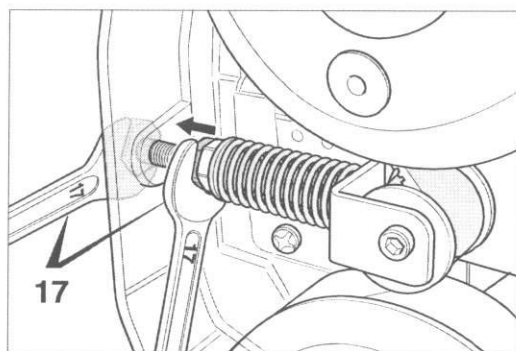

Fig. 37 Dévissez les contre-écrous jusqu'à la paroi du boîtier.
- 7 Desserrez maintenant les contre-écrous (ouverture 17) sur le tendeur de courroie dentée et tournez-les jusqu'à la paroi du boîtier (fig. 37).